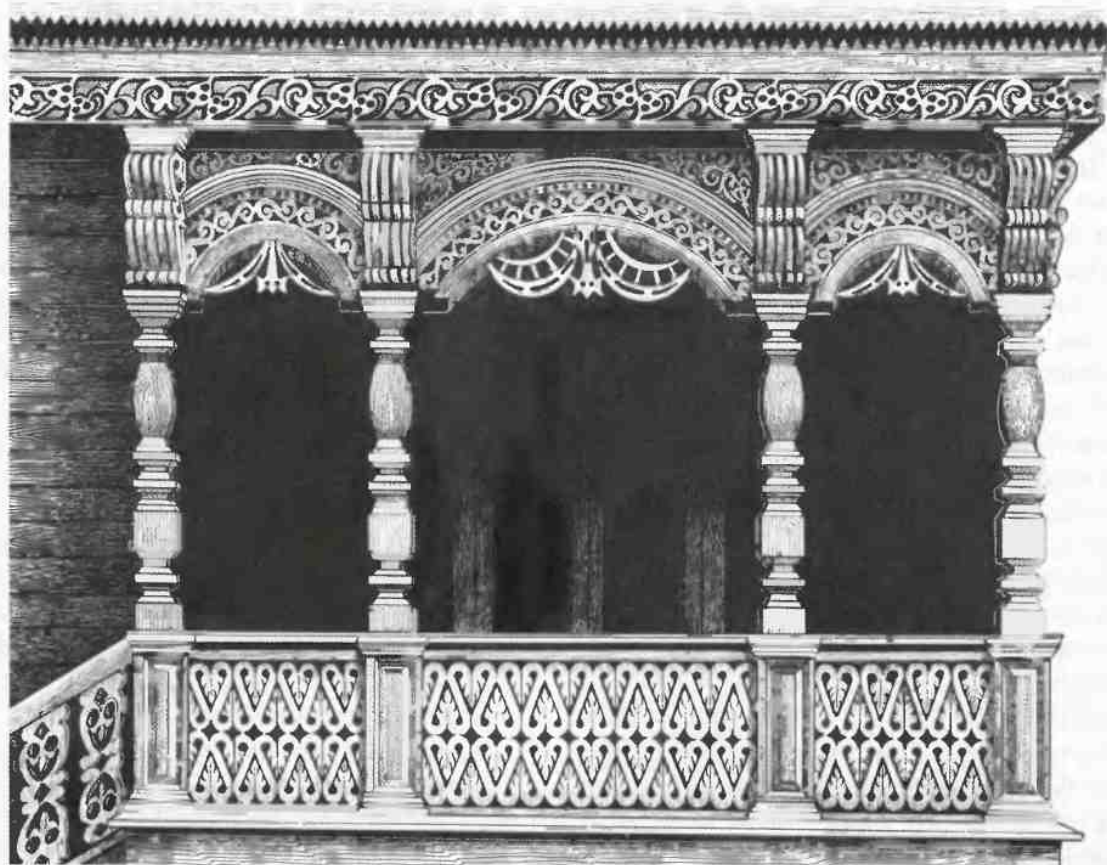

Рис. 373. Веранда, оформленная с использованием традиций резьбы Севера России
**Веранды.** Веранда на рис. 373 выполнена в стиле традиционной русской резьбы (аналог ее находится в Вологде). Декоративное украшение веранды производит приятное впечатление сочетанием простых рубленых форм с изысканностью и вычурностью накладных орнаментов резьбы, криволинейных волют и завитков с прямолинейными формами и пропилами. К сожалению, вологодский оригинал во многих местах разрушен до такой степени, что автору пришлось многое воссоздавать не только по сохранившимся деталям, но и по воображению, используя законы композиции.
Как видно из рис. 373, несущие опоры — столбы квадратного сечения — оформлены не только фигурными выпилами, но и венчиками из профилированных реек. Верхняя четверть столбов декорирована фасонными накладками, профиль которых показан рядом с крайним правым столбом (видна деталь бокового оформления). Эти накладки могут быть вырезаны из целого куска дерева с пропилом на механической пиле четырех пазов (их можно уменьшить до трех при зауженных столбах), но удобнее с этой целью сбить пакет из пяти досочек одинакового профиля с прокладками между ними на тыльной стороне. Последний вариант значительно упрощает обработку деталей и дает возможность замены бракованных или испорченных. Понятно, что выпиливание полной формы профиля необходимо лишь для боковых досочек.